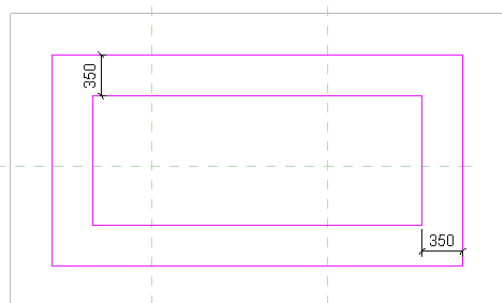

图 10-81 绘制轮廓线 (2)
8) 单击“创建”选项卡“形状”面板“拉伸”按钮, 打开“修改|创建拉伸”选项卡, 单击“绘制”面板中的“矩形”按钮, 绘制如图 10-81 所示的轮廓线。